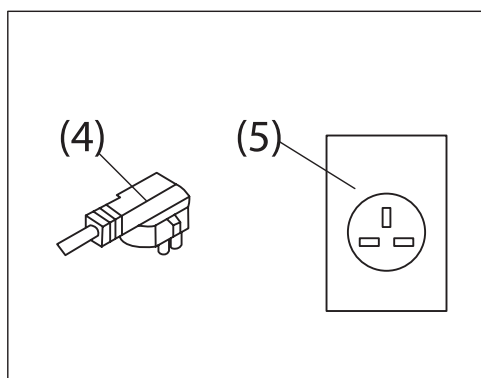

Figura 12.
c) Conecte el cable de alimentación (4) a la toma de corriente (5). Asegúrese de que la conexión sea correcta (Figura 12).